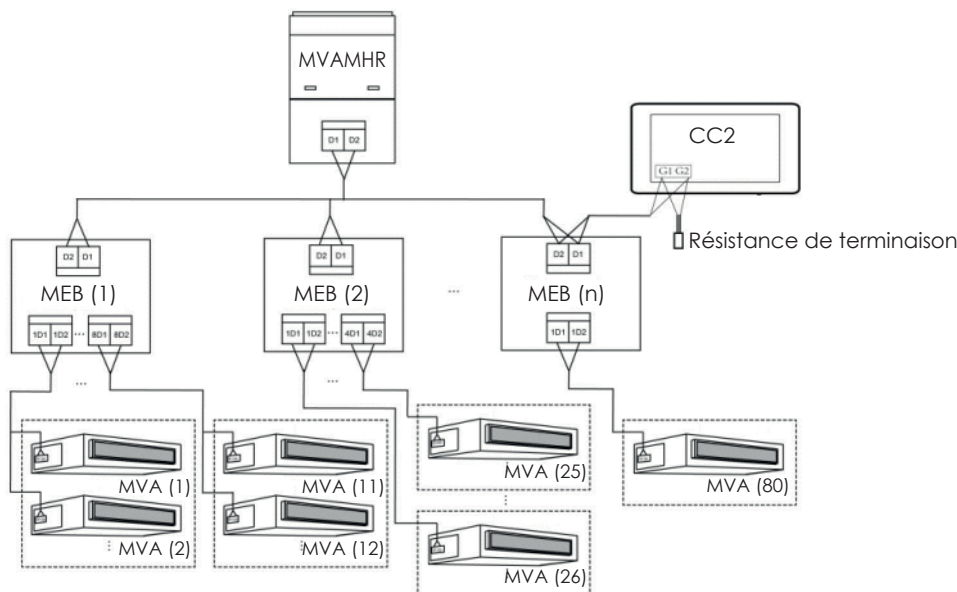

Fig. 3.6 Contrôleur centralisé branché au réseau dans un système à 3 tubes
5. Si le contrôleur centralisé doit être branché au réseau d'un système à 3 tubes, effectuer les branchements selon la fig. 3.6. Le mode 2 est applicable aussi à la commutation du contrôleur centralisé dans les systèmes à 3 tubes.